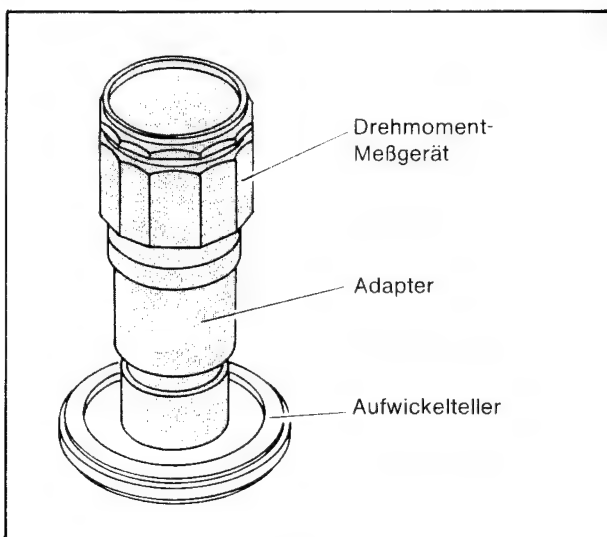

Bild 2-23
1. Den Drehmomentmesser auf den Aufwickelteller setzen (Bild 2-23).